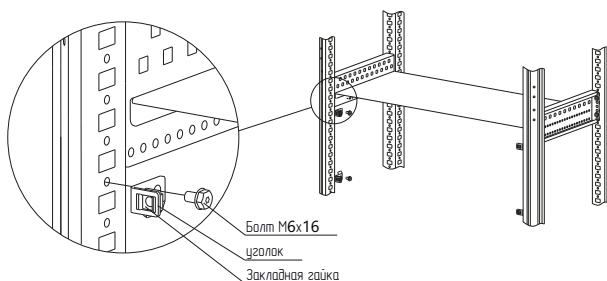

Рисунок 1
4.1.2 В уголки установить закладные гайки и закрепить уголки на каркасе в местах, соответствующих высоте фальш-панели внешней (рисунок 1) болтами самонарезающими М6×16. Момент затяжки – 7 Н·м.